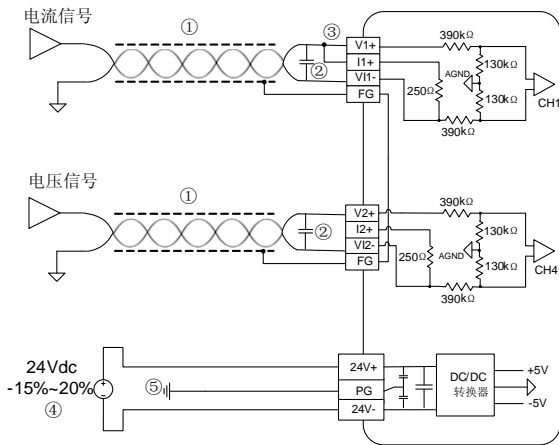

图 2-5 MC100-2AD 用户端子布线示意图
用户端子布线要求,请参见图 2-5。图中①~⑤表示布线时必须注意的事项: